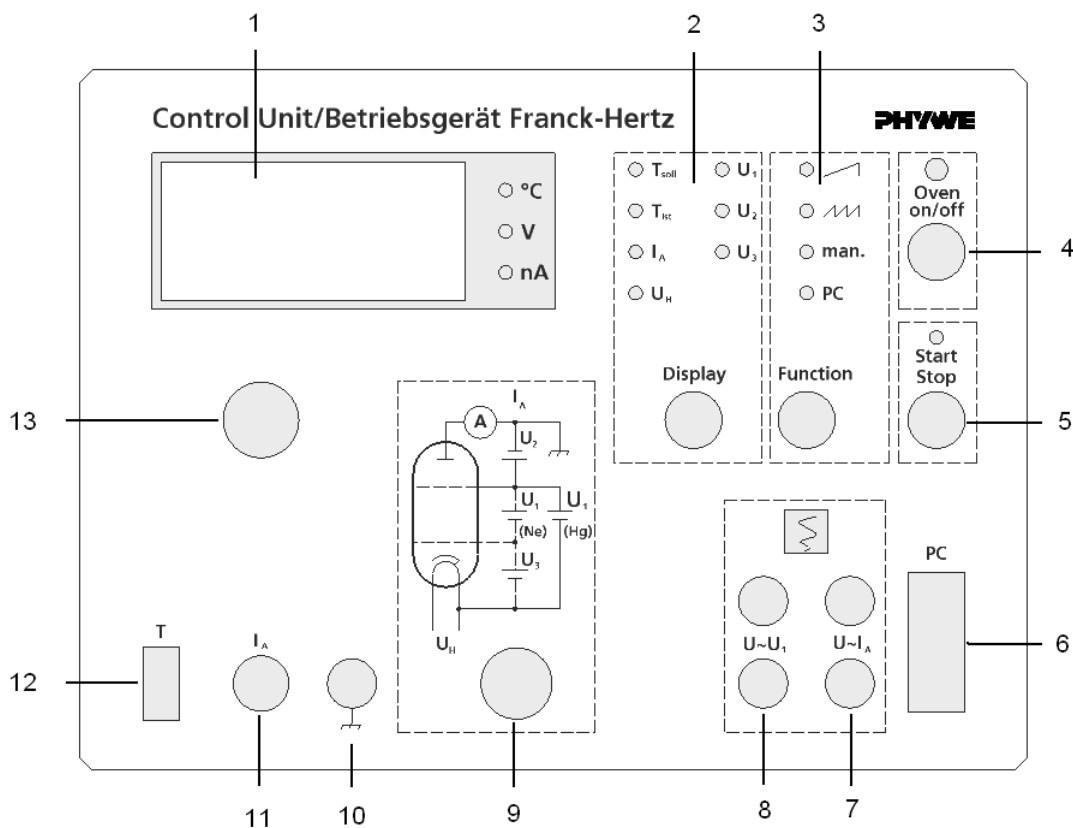

Fig. 2: Elementos funcionales y de manejo del equipo Franck-Hertz.
3.1 Elementos funcionales y de manejo (ver fig. 2)
- 7 *Par de hembrillas de 4 mm "U~ I_A "* salida analógica (Y): tensión proporcional a la corriente anódica.
- 8 *Par de hembrillas de 4 mm "U~ U_1 "* salida analógica (X): tensión proporcional a la tensión de aceleración U_1 .